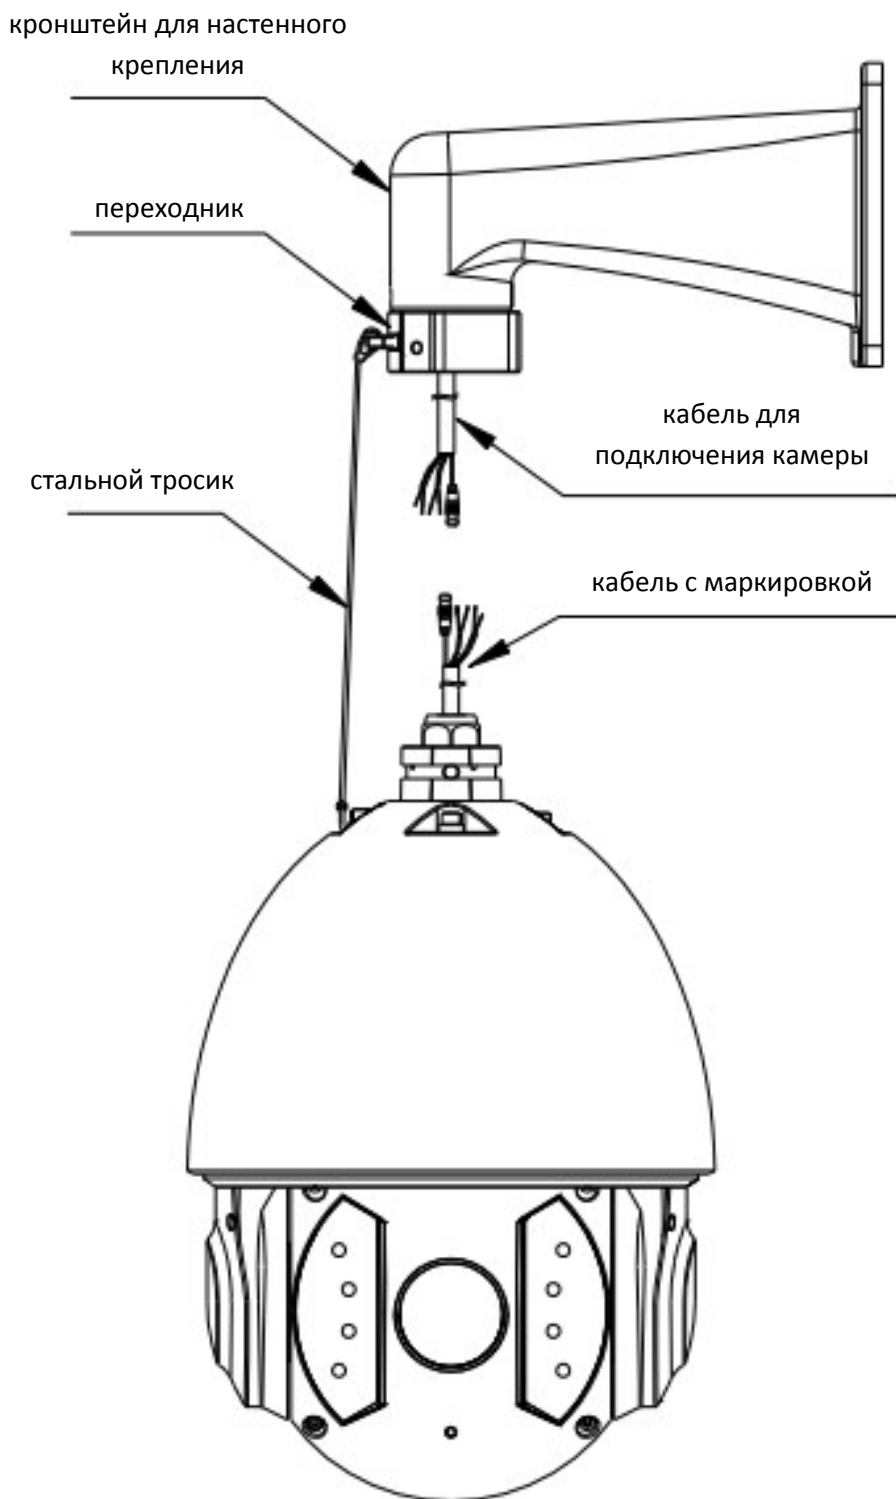

Рисунок 1.3. Подключение камеры.
- Подсоедините провода к камере в соответствии с маркировкой. Рисунок 1.3.